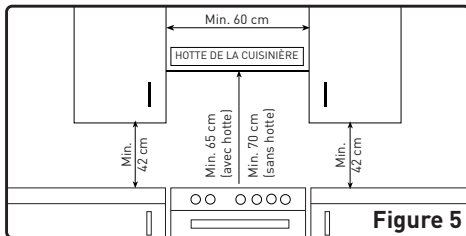

Figure 5
- La cuisinière peut être placée près d'un autre meuble, mais veillez à ce que la hauteur des meubles environnants ne dépasse pas la hauteur de la cuisinière (reportez-vous à la fig. 5).
- La hauteur minimum entre la table de cuisson et la hotte (ou les éléments muraux) est indiquée sur la fig. 5. La hotte d'évacuation doit être située à au moins 65 cm de la table de cuisson. S'il n'y a pas